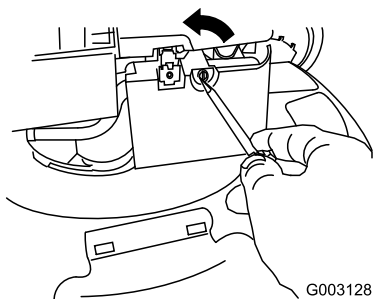

Figura 44
2. Aprite il coperchio del filtro dell'aria con un cacciavite (Figura 44).